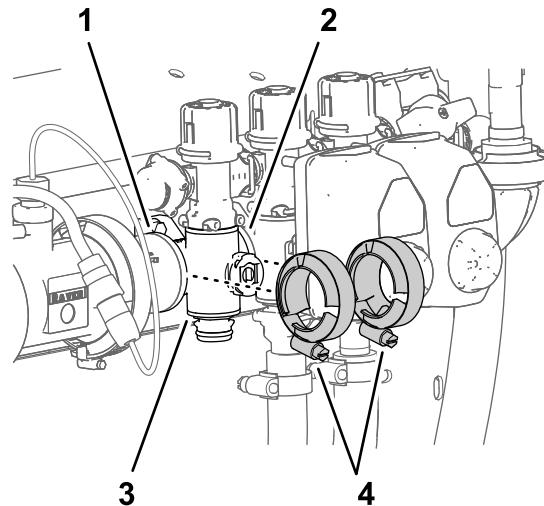

图 119
4. 将在 拆下喷洒臂段岐管阀 \(页码 64\) 中卸下的法兰夹具松松安装到喷洒臂段阀岐管的法兰上以及其他喷洒臂段阀和/或耦合适配器的法兰上 图 119。
7. 用手拧紧 2 个法兰夹具 图 119。